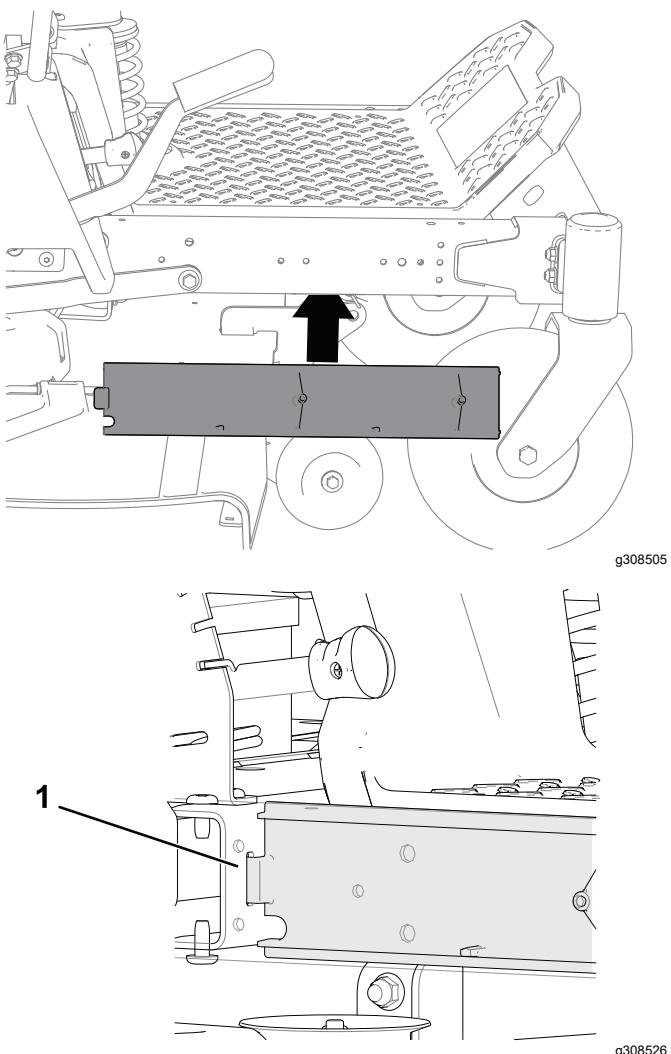

Bild 6
- Setzen Sie die Oberseite der Schutzvorrichtung unter das Mähwerk ein, kippen Sie die Schutzvorrichtung an, um diese unter den Rahmen zu schieben, und legen Sie diese in die Kerben ab (Bild 6).